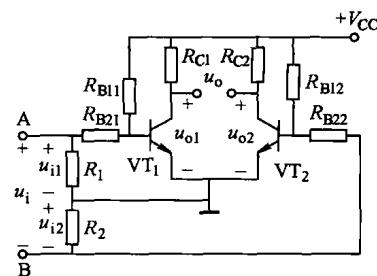

图 2-6 基本的差动放大电路
(2) 差分放大电路识图 差分放大电路又称差动放大电路，主要用于直流放大电路和模拟集成电路的内部电路中。图 2-6 所示是差分放大电路的最基本形式。该电路由两个完全对称的单管放大电路组成，图中 $R_{B11} = R_{B12}$ ， $R_{B21} = R_{B22}$ ， $R_{C1} = R_{C2}$ ， $R_1 = R_2$ ，且两个晶体